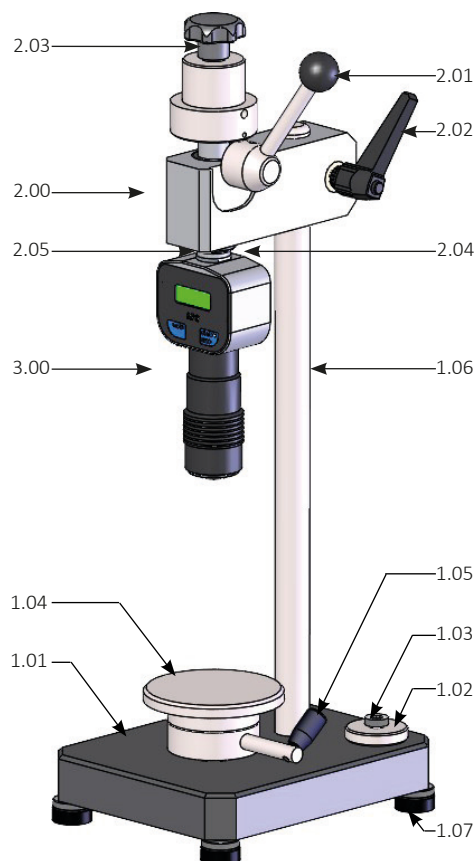

Abb. 1 Übersicht Prüfstanderelemente
- › Richten Sie den Prüfstander durch Drehen der Fußschrauben (1.07, Abb. 1), bei gelösten Rändelmuttern, stabil standfest aus. Legen Sie beim Ausrichten eventuell einen Blasenindikator auf die Grundplatte.
- › Schieben Sie den Aufnahmearm (2.00, Abb. 1) auf die Säule (1.06, Abb. 1) und klemmen Sie diesen mit dem Klemmhebel (2.02, Abb. 1) im oberen Bereich der Säule fest.